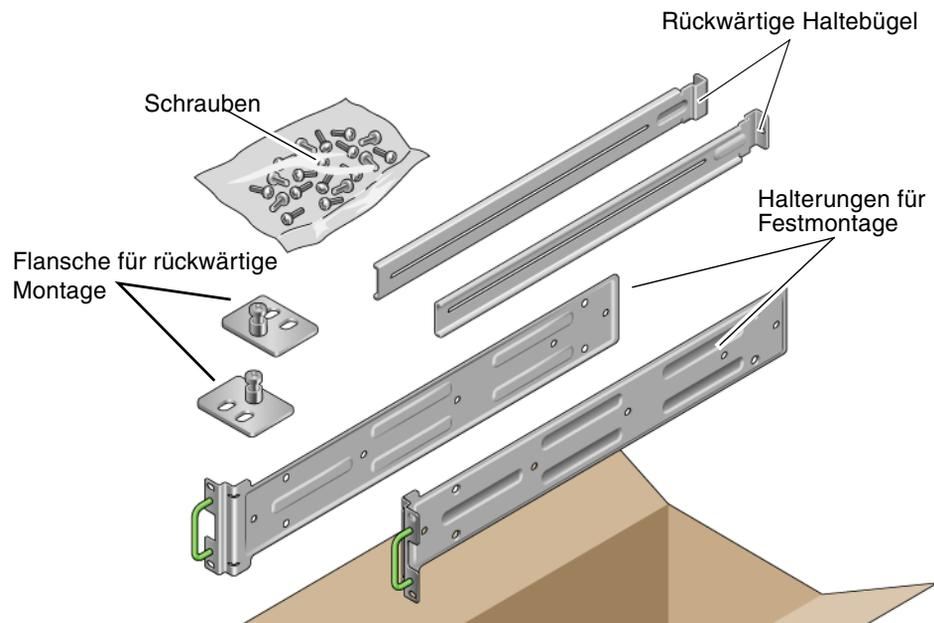

ABBILDUNG 3-1 Inhalt des Festmontage-Kits für 19-Zoll-Racks mit 4 Stützen
- 1. Nehmen Sie die Festmontagehalterungen aus dem Rack-Kit zur Hand (ABBILDUNG 3-1).**
4. Nehmen Sie die zwei rückwärtigen Haltebügel aus dem Rack-Kit zur Hand (ABBILDUNG 3-1).
8. Nehmen Sie die zwei rückwärtigen Flansche aus dem Rack-Kit zur Hand (ABBILDUNG 3-1).
Sie benötigen außerdem die Festmontagehalterungen aus dem mit dem Server mitgelieferten Standard-Rackmontage-Kit (ABBILDUNG 3-1).
1. Nehmen Sie die Festmontagehalterungen und M5 × 8 mm Kreuzschlitz-Senkschrauben aus dem Standard-Rack-Kit zur Hand (ABBILDUNG 3-1).